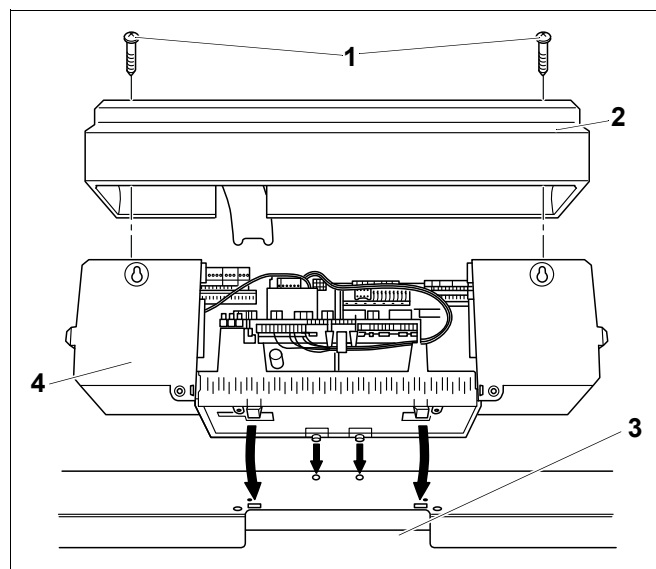
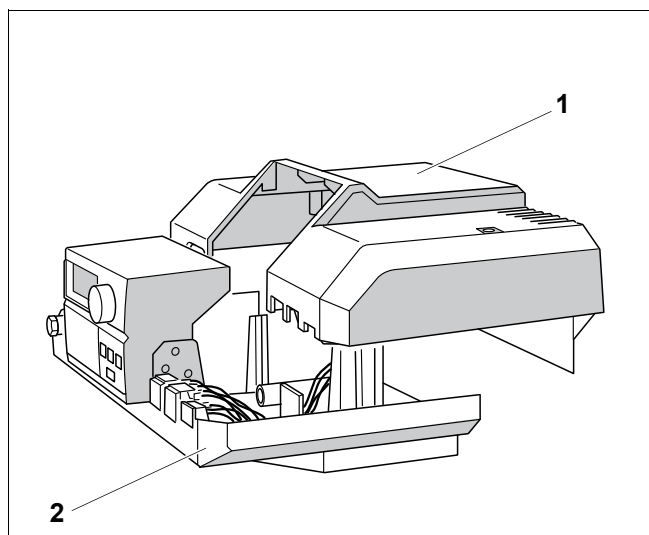

Рис. 14 Открытие и установка системы управления Logamatic 4000
Рис. 21 Установка крышки клеммного щитка
- Оба винта (рис. 14, **поз. 1**) выкрутить сверху из крышки клеммного щитка (рис. 14, **поз. 2**) и снять ее.
- Слегка наклонив систему управления вперед, установить ее так, чтобы передние крюки вошли в овальные отверстия. Систему управления подвинуть вперед и отклонить назад до защелкивания обоих упругих крюков справа и слева (стрелки на рис. 14).
- Капиллярные трубки провести через кабельный проход (рис. 14, **поз. 3**) и развернуть на требуемую длину.
- Установить крышку клеммного щитка (рис. 21, **поз. 1** и рис. 14, стр. 35, **поз. 2**) закрепить ее винтами к системе управления (рис. 21, **поз. 2** и рис. 14, стр. 35, **поз. 4**).